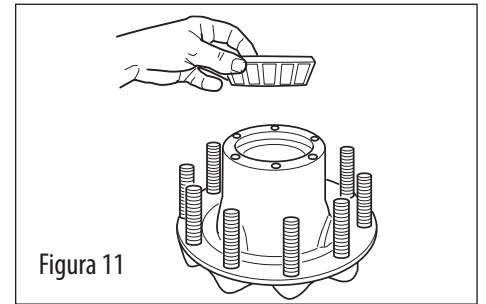

Figura 11
7. Lubrique el cono exterior del balero con el mismo lubricante que utilizará en la maza y colóquelo en el ensamble de la maza (vea la figura 11).